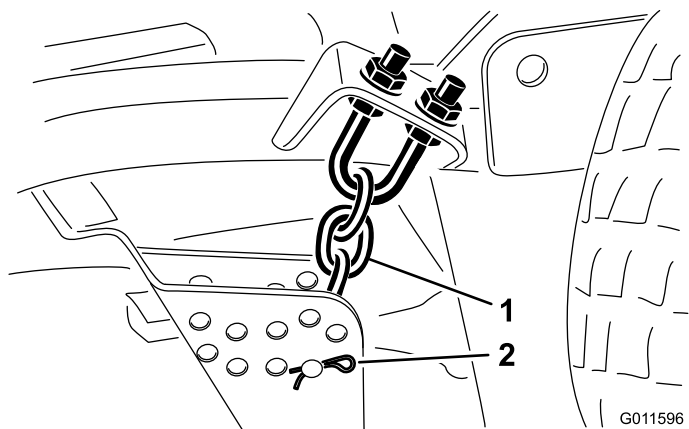

Figure 17
8. Enlevez la goupille fendue et l'axe de chape qui fixent les chaînes de hauteur de coupe à l'arrière du plateau de coupe (Figure 17).